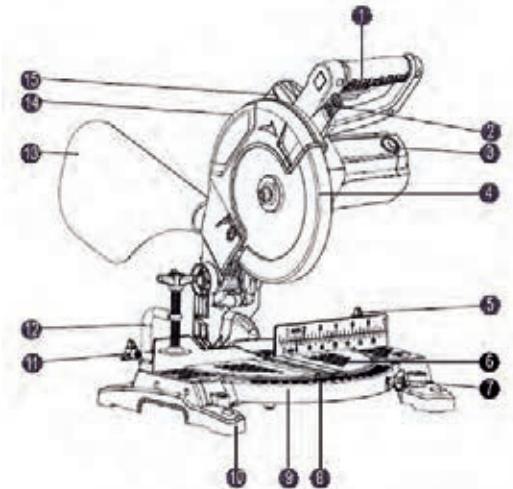
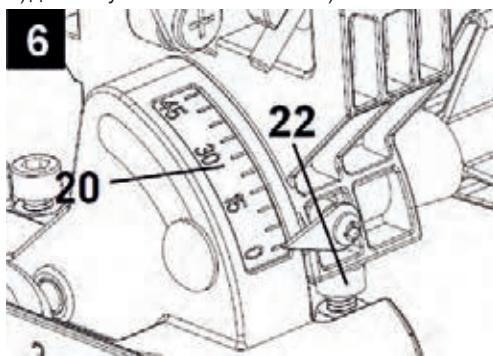
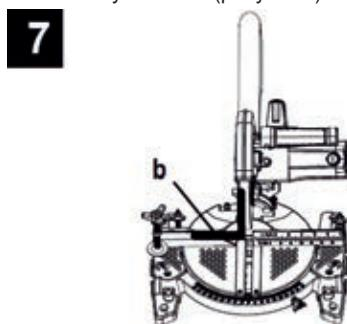

Рисунок 1
Рисунок 6
Рисунок 7
20. Шкала наклона режущей головки (рис. 6)
22. Винт ограничителя угла наклона режущей головки (рис. 6)
- Проверить при помощи угольника угол установки угла наклона пильного диска на 90° относительно плоскости поворотного стола (указатель угла наклона режущей головки на шкале (20, рисунок 6) должен указывать значение 0°).
- установить угольник (b, рисунок 7) между плоскостью пильного диска и плоскостью поворотного стола (6, рисунок 1) и с помощью вращения винта ограничителя угла наклона режущей головки (22, рисунок 6) добиться прилегания всех плоскостей поворотного стола и пильного диска к плоскостям угольника (рисунок 7).
- Убедитесь, что при опускании режущей головки пильный диск не касается вставки поворотного стола (8, рисунок 1) при разных углах наклона режущей головки.
- Убедитесь, что при опущенной режущей головке при разных вертикальных углах скоса пильный диск не входит в контакт с планкой для пропилов (вставкой-пазом поворотного стола) (8, рисунок 1), установленной в поворотном столе. В случае если пильный диск контактирует с планкой для пропилов, необходимо ослабить винты крепления планки и выровнять планку по всей длине горизонтального хода пильного диска, после чего винты затянуть.
Для установки необходимого угла вертикального скоса разблокируйте рычаг устройства фиксации угла наклона режущей головки (19, рисунок 18) поворотом против часовой стрелки. Установите необходимый угол вертикального скоса по шкале угла наклона режущей головки (20, рисунок 6). Угол вертикального скоса может быть установлен на любой угол между 0° и 45° с наклоном режущей головки влево. Зафиксируйте положение режущей головки с выбранным углом скоса рычагом устройства фиксации угла наклона режущей головки (19).